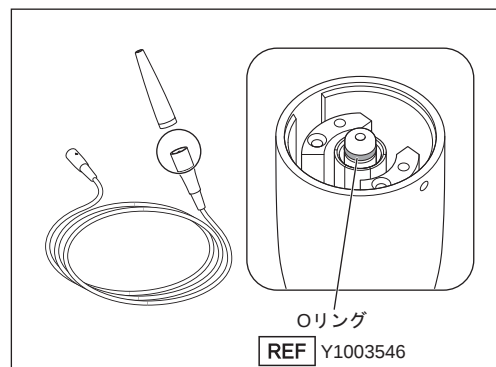

図47
- 2) 交換するOリングを針などで取り外します（図47）。